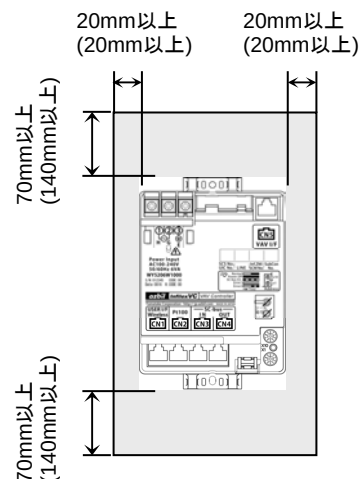

図3 メンテナンス用スペース正面図
- 本製品の周囲に『図3 メンテナンス用スペース正面図』に示すようなメンテナンス用スペースを確保してください。